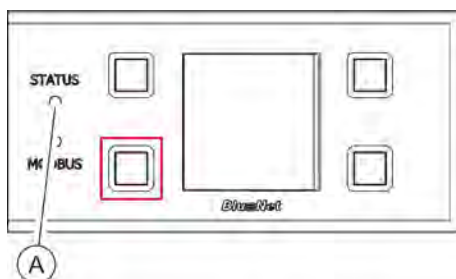

Fig. 82 : Écran avec boutons de commande
2. ➔ Maintenir le bouton à côté de la DEL Modbus appuyé pendant deux secondes, puis le relâcher (Fig. 82 /indiqué en rouge).
3. ➔ Attendre que la DEL d'état s'allume en blanc (Fig. 82 /Ⓐ).